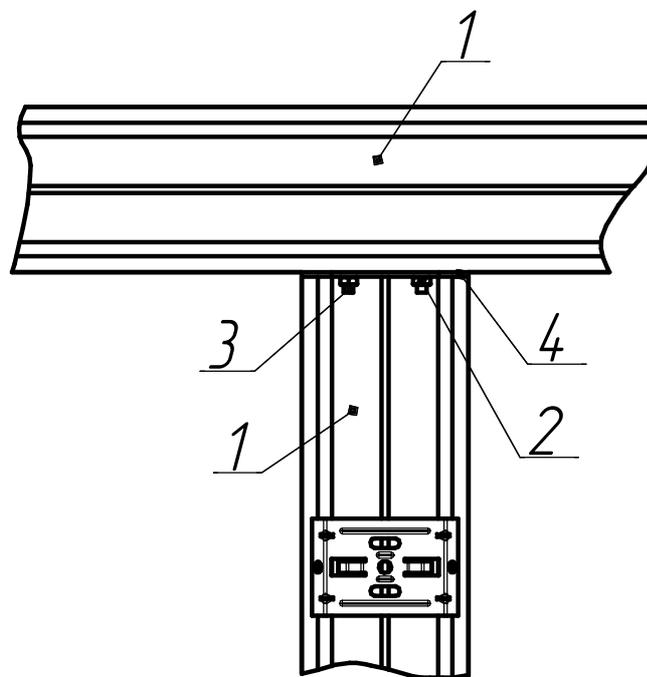

Рисунок 3. - Г-образная схема установки светильников
5.3.3 Подвешенные светильники соединяются между собой соединительной скобой (поз. 3 рисунок 2) с саморезами (поз. 4 рисунок 2), либо с помощью комплекта для L-, T-, X- образного соединения (рисунок 3), которые поставляется отдельно. Схемы монтажа светильников показаны на рисунках 7-9.
2. Крышка торцевая для L-, T-, X- образного соединения (рисунок 3)